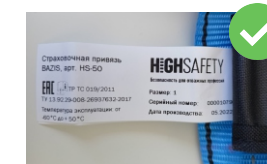

рис. 15
- проверьте маркировку на изделии. Она должна быть разборчивой и легко читаться (рис. 15);